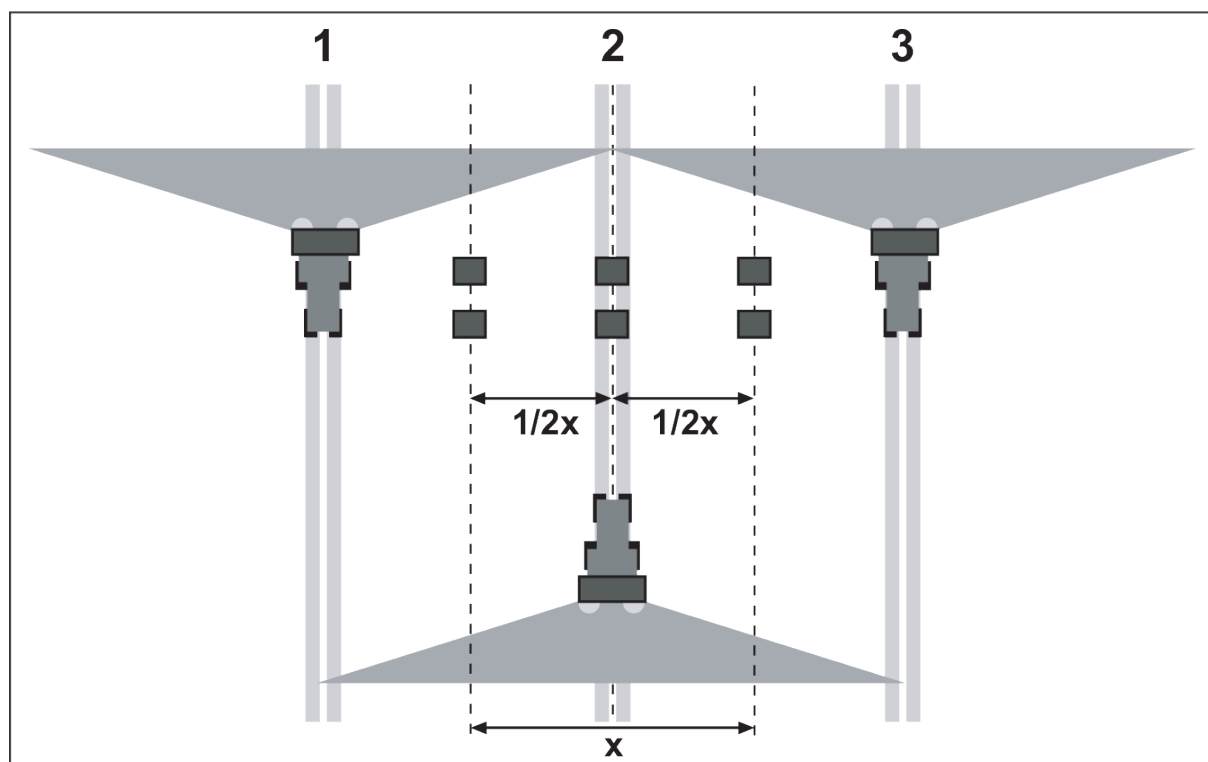

Рис. 54: Установка для трех проходов
- ▶ Установите по два поддона на расстоянии **1 м** друг за другом в зонах перекрытия (между технологическими колеями) и в центральной технологической колее (согласно *Рис. 54*)